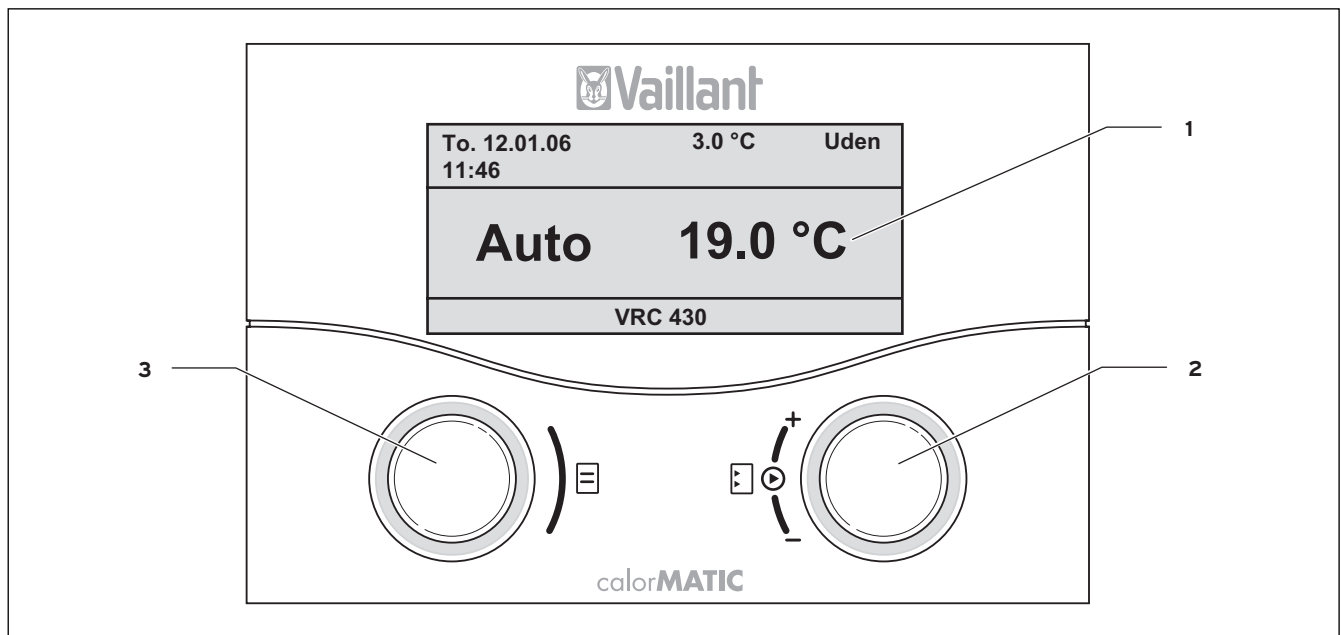

Fig. 4.1 Oversigt betjenings - og displayfront
Fig. 4.1 viser den simple grundvisning på displayet. Den simple grundvisning giver følgende informationer:
- En simpel grundvisning (fig. 4.1)
De to indstillingsknapper (fig. 4.1 pos. 2 og 3) fungerer efter Vaillant princippet "drej og klik".